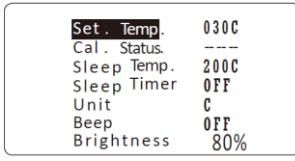

图 5
- 3.1当Cal. Status显示“---”(见图5)，表示焊台温度未被校准过，出厂时通过物理方法(校温电位器)达到最佳状态。